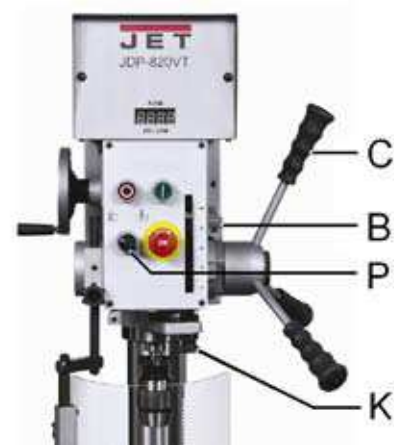

Fig 5
Pour un perçage de plusieurs trous de la même profondeur, utiliser la butée de profondeur (K, Fig 5).
- 1) Mettre le sélecteur (P, Fig 5) en position « tarauder ».